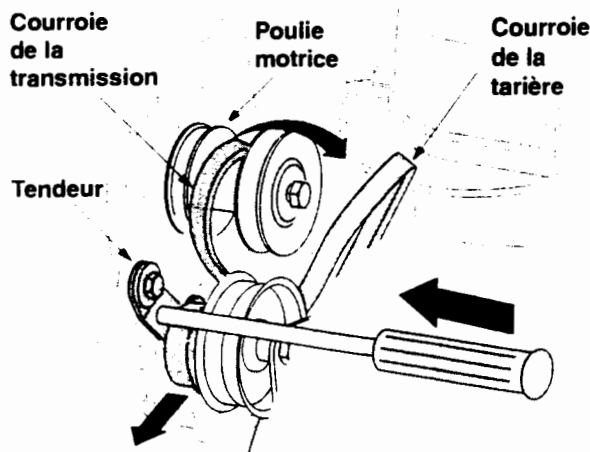

Figure 27
- Poussez la poulie de tension loin de la goulotte et enfoncez un tournevis à tête Phillips dans le trou sur la tendeur, comme à la Figure 27 . Ceci éliminera la tension sur la courroie de la transmission.
- Dégagez la courroie de la transmission et éloignez-la de la poulie motrice pour la retirer. Voir la Figure 27 .